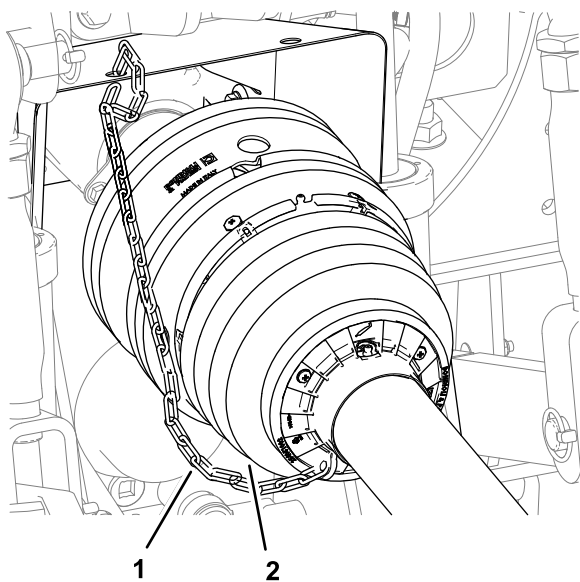

Figura 17
5. Compruebe que la cadena de seguridad está instalada entre el protector delantero del árbol de la TDF y una parte estacionaria del vehículo de remolque (Figura 17).